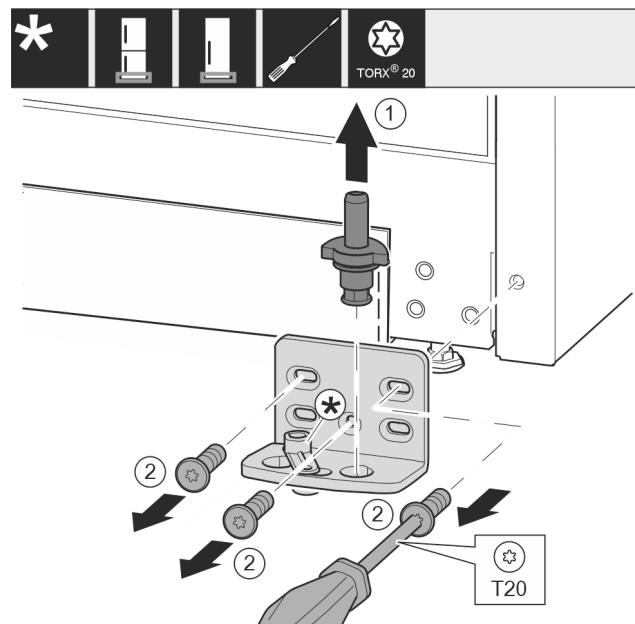

Fig. 22
- ▶ Izvucite podložak ležaja kompletno prema gore. Fig. 22 (1)
- ▶ Odvijačem T20 odvijte vijke i skinite podložak ležaja. Fig. 22 (2)